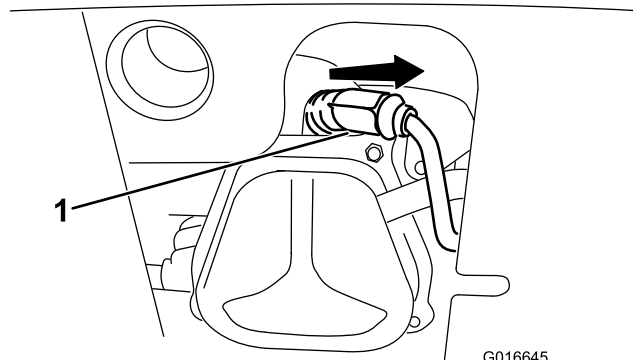

Рисунок 44
1. Сніміть ізоляційний колпачок (Рисунок 44).